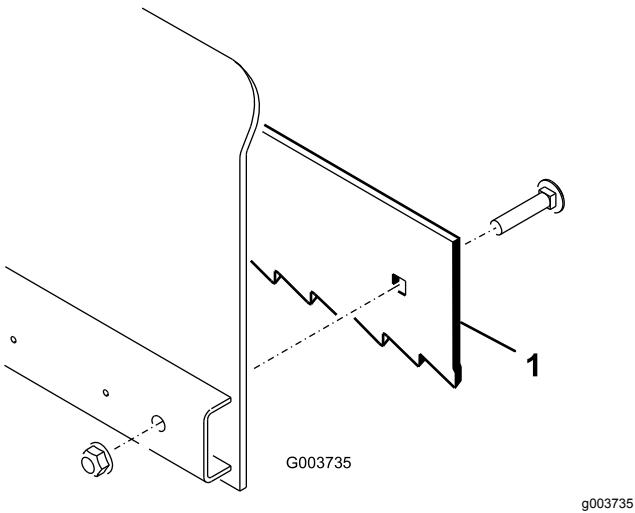

Figura 3
- **Para un tratamiento más agresivo:** Coloque la placa de desgaste (Figura 3) con los dientes orientados hacia adelante.